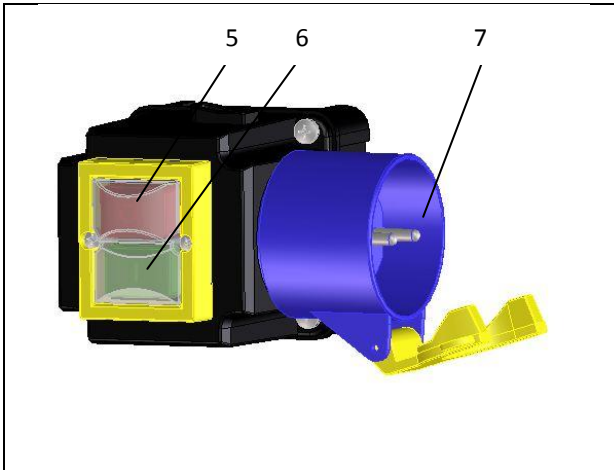

Bild 4: Netzanschluss und Bedienelemente
1. Den Stecker der Netzzuleitung in den geräteseitigen Netzanschluss (→Bild 4, [7]) stecken.
2. Die grüne EIN-Taste (→Bild 4, [6]) drücken.
1. Die rote AUS-Taste (→Bild 4, [5]) drücken.
3. Den Netzstecker aus dem Netzanschluss (→Bild 4, [7]) des Häckslers ziehen!
5. Netzkabel wieder in den Netzanschluss (→Bild 4, [7]) des Häckslers stecken.
6. Die grüne EIN-Taste (→Bild 4, [6]) drücken.
2. Die rote AUS-Taste (→ Bild 4, [5]) drücken.
4. Den Netzstecker aus dem Netzanschluss (→Bild 4, [7]) des Häckslers ziehen!